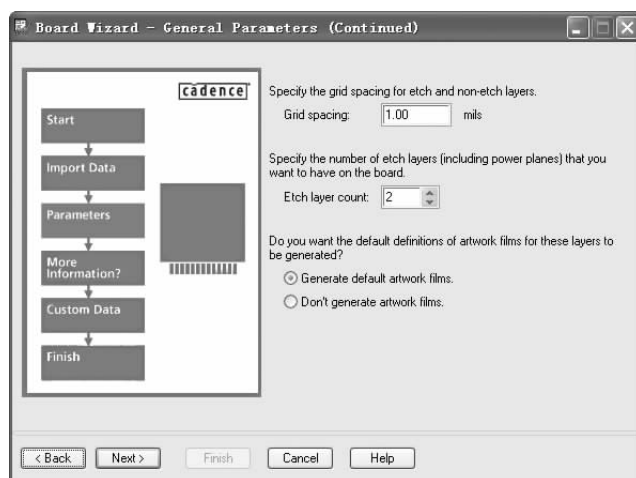

图 12-80 “Board Wizard - General Parameters (Continued) (板向导模板)” 对话框
9) 单击 **Next >** 按钮, 进入图 12-80 所示的对话框, 继续设置图样参数, 选择默认设置。